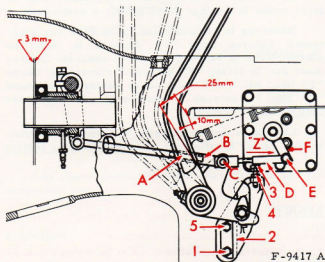

Fig. 34. - Réglage de la garde et de la course libre de la pédale d'embrayage
(Fig. 34)
transmission et la prise de force. Quand la prise de force est débrayée, le pied de la pédale doit être en contact avec la vis de butée (3) (fig. 34).
Débrayez la transmission (bille dans son logement). Enlevez l'axe "E". Amenez la came en contact avec la bande de frein en appuyant légèrement sur le levier "F" extérieur suivant la flèche "Z" (fig. 34). En vissant ou en dévissant la chape "D" (fig. 34) amenez le trou en face du trou correspondant du levier.
Lâchez le levier, vissez la chape de 1 tour. Mettez l'axe "E" (fig. 34) et la goupille.